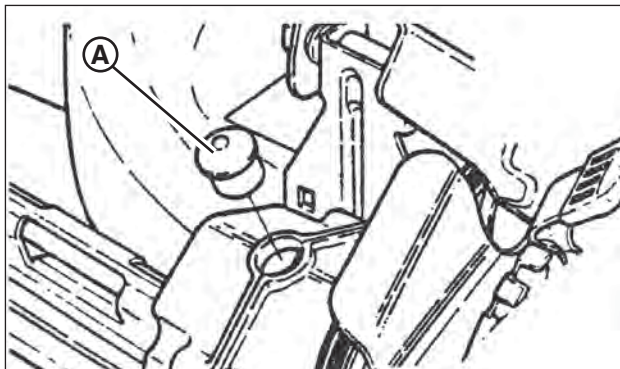

Figure 16 : Enlever le bouchon de remplissage de la transmission
1. Enlever le bouchon de remplissage de la transmission (**A, Figure 16**). Rouler la machine vers l'avant et l'arrière tout en regardant dans l'orifice du bouchon.